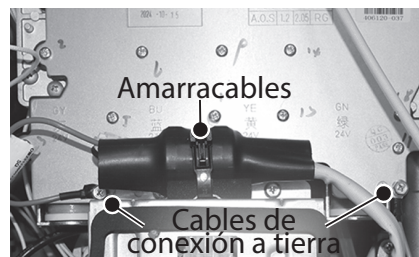

Figura 48 - Cables de conexión a tierra y retiro del amarracables.
- 9 Retire el amarracables que fija el mazo de cables al soporte del UIM. Consulte la Figura 48.
- 10 Retire los tornillos que fijan los dos cables de conexión a tierra. Deje los tornillos a un lado en un lugar seguro para volver a instalarlos. Consulte la Figura 48.